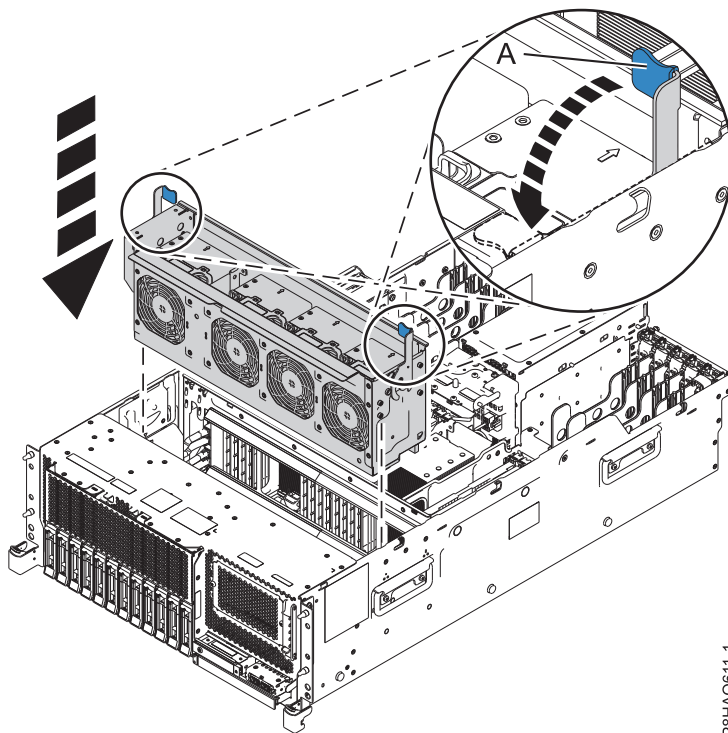

図 9. ラック・マウント型システムでのファン・ケージの再取り付け
- a. 図 9 に示すように、青色のタッチ・ポイント・ラッチ (A) を持って、システム内にファン・ケージを下ろします。
- c. 図 9 に示すようにラッチ (A) を回転させてファン・ケージを所定の場所にロックします。